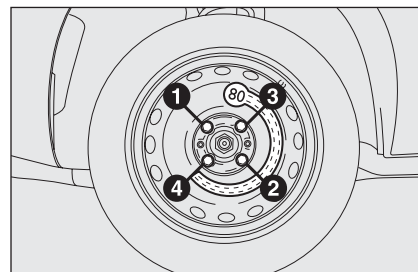

fig. 16
- ☐ en se servant de la clé fournie, visser à fond les boulons suivant l'ordre numérique illustré sur la **fig. 16** pour la roue galette ;